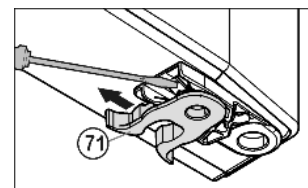

Fig. 16
- ▶ переставить пружинный зажим Fig. 16 (71): Нажать вниз язычок защелки, снять с него пружинный зажим.